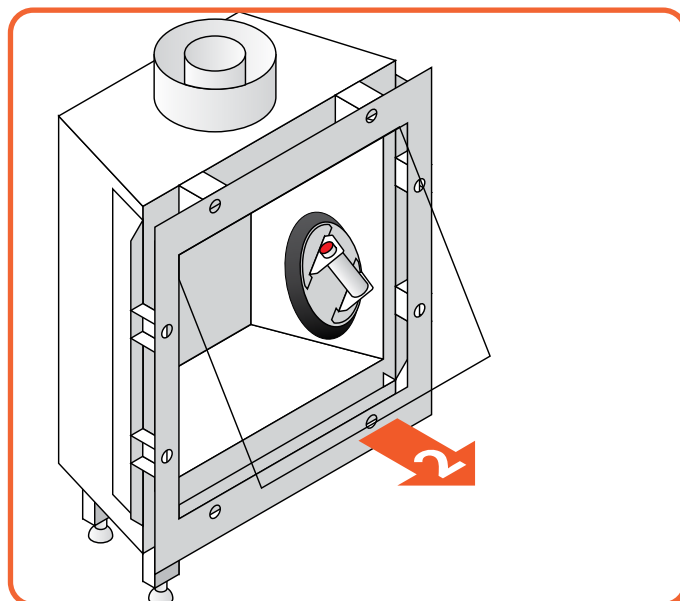

Figure 9.6 | Inclinez soigneusement la vitre vers l'extérieur
- Placez la ventouse sur la vitre et assurez-vous qu'elle est bien fixée, afin qu'elle ne se détache pas. (Voir Figure 9.6)